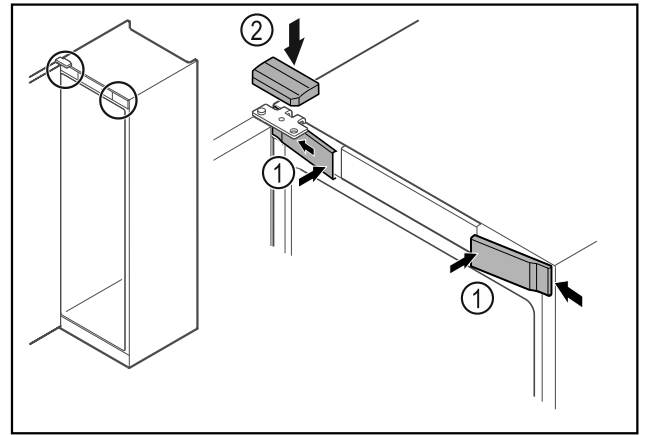

Fig. 62
- ▶ Skyv de fremre dekslene Fig. 62 (1) inn på siden, og smekk dem på plass.
- ▶ Smekk det øvre dekselet Fig. 62 (2) på plass ovenfra.